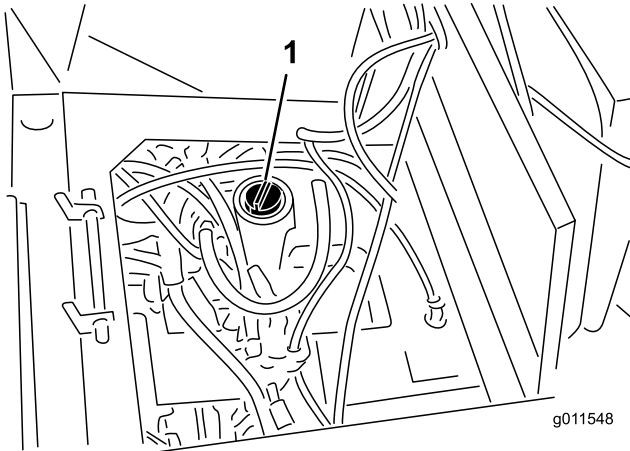

Figure 12
3. Nettoyez la surface autour du goulot et du bouchon de remplissage du réservoir hydraulique (Figure 12). Enlevez le bouchon du goulot de remplissage